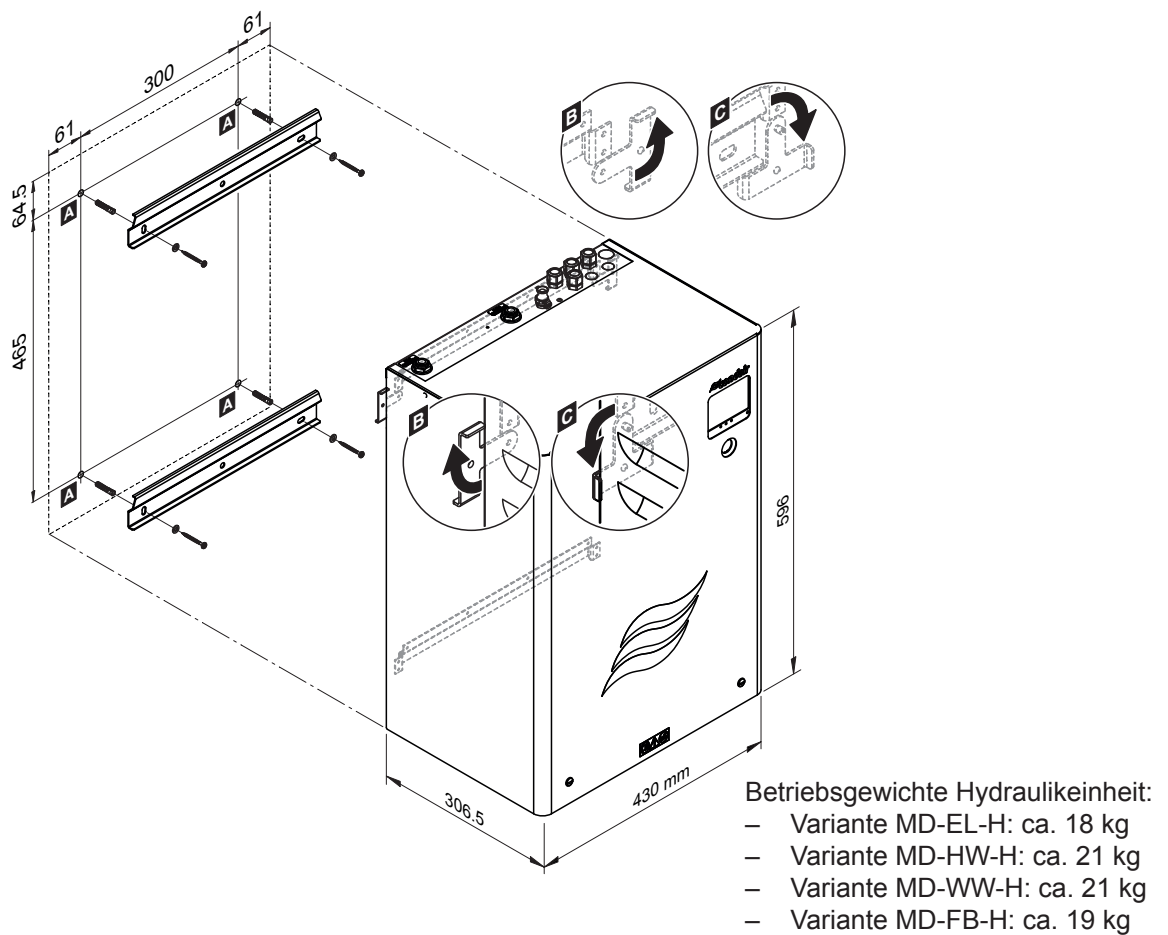

Abb. 17: Montage der Hydraulikeinheit (Dimensionen in mm)
3. Die Arretierungsflaschen auf beiden Seiten der Hydraulikeinheit nach aussen drehen (geöffnete Position, siehe *Detail "B"* in *Abb. 17*).
4. Die Hydraulikeinheit in die Wandhalterungen einhängen. Anschliessend die beiden Arretierungsflaschen auf der Rückwand der Hydraulikeinheit nach innen drehen (geschlossene Position, siehe *Detail "C"* in *Abb. 17*), um die Hydraulikeinheit an der oberen Wandhalterung zu fixieren.